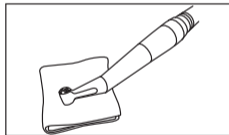

Fig. 8
- 3 Essuyez l'extérieur de la pièce à main à l'aide d'un tissu humecté de désinfectant ou d'éthanol à une concentration de 60 à 90 %. (Fig. 8)